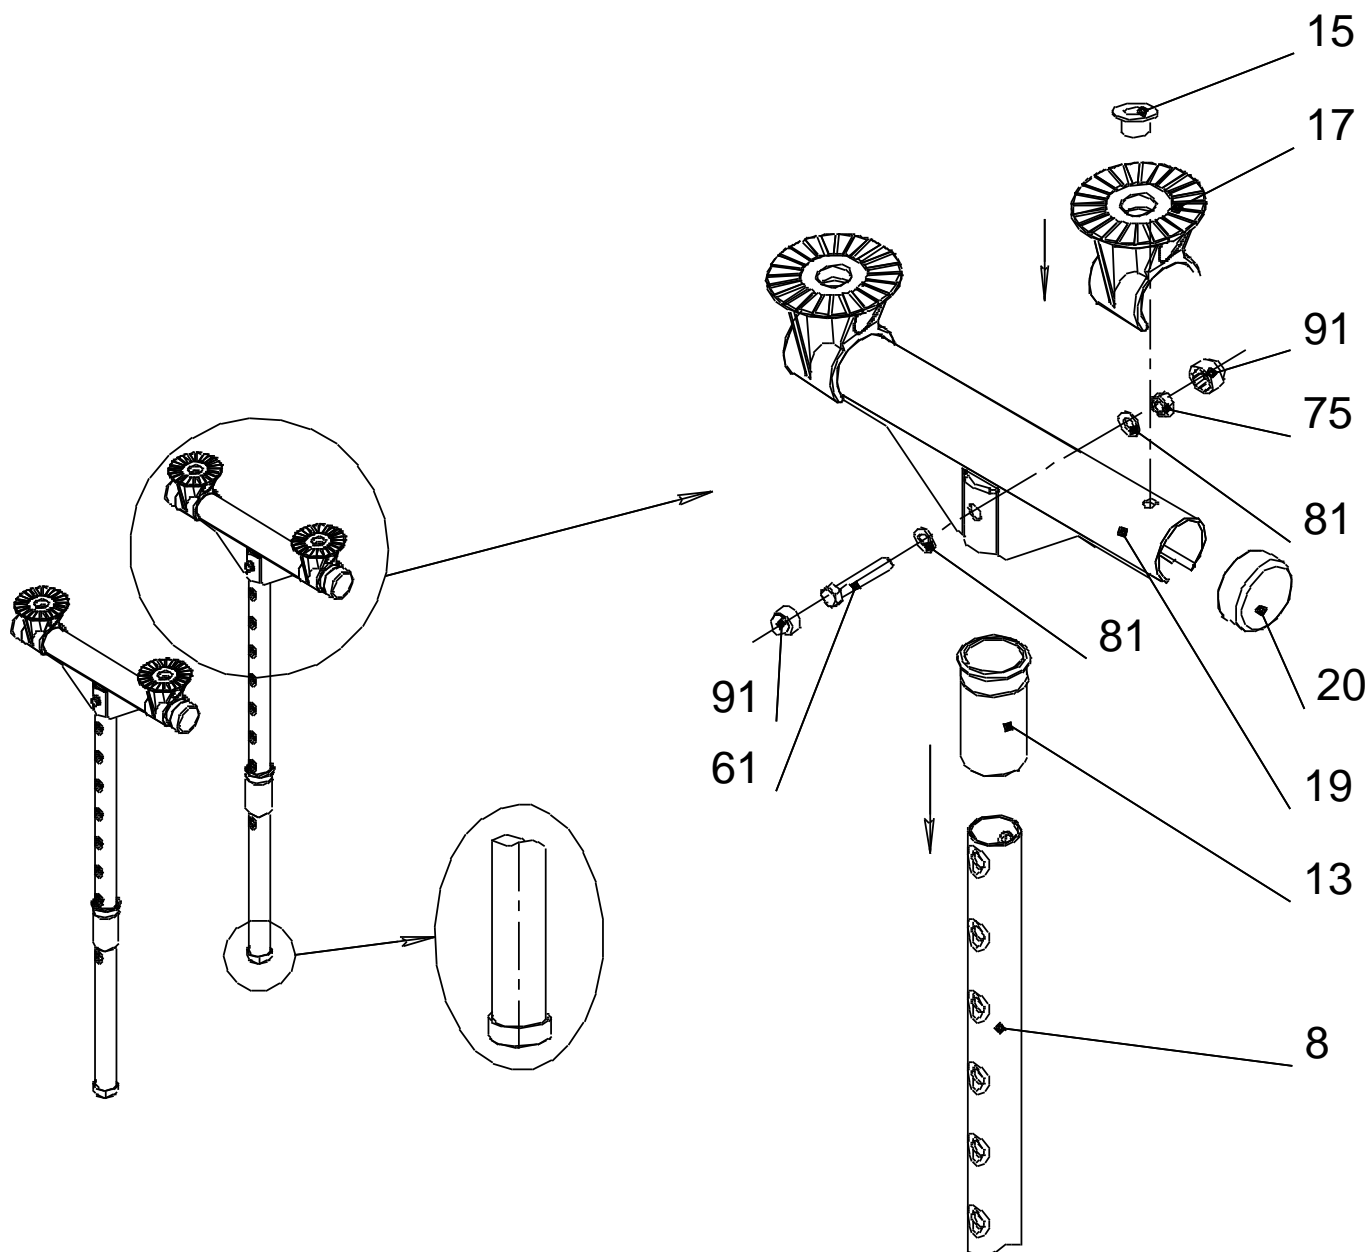

Рис. 5
8.6.4 Монтаж КОМПЛЕКСА (рис.5)